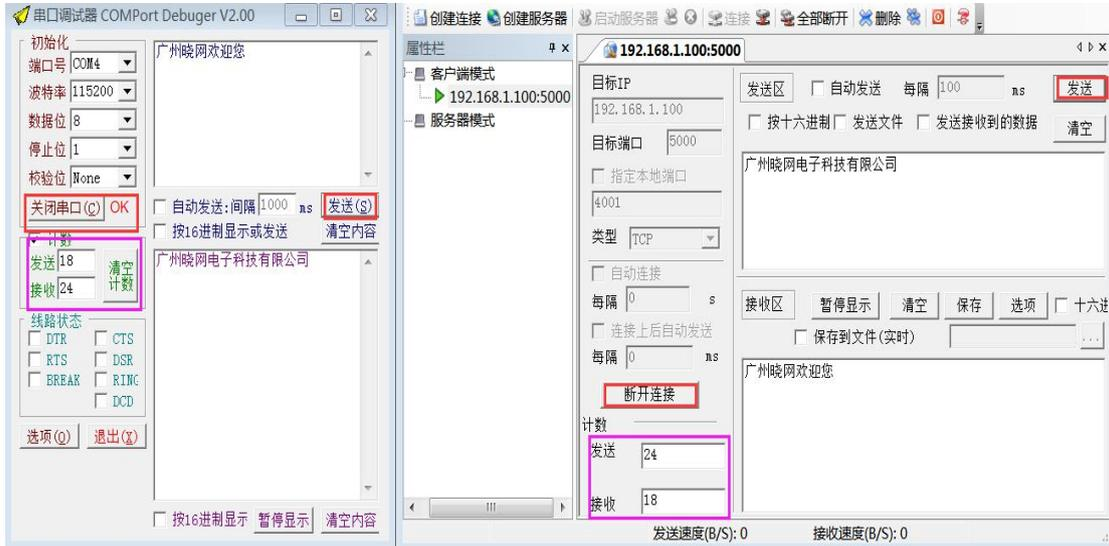

图 5.6
8. 出现“断开连接”和“关闭串口 OK”说明连接成功，然后进行串口和 pc 端的数据发送接收测试，如果两边收发的数量相同，则测试成功。如图 5.6 所示。